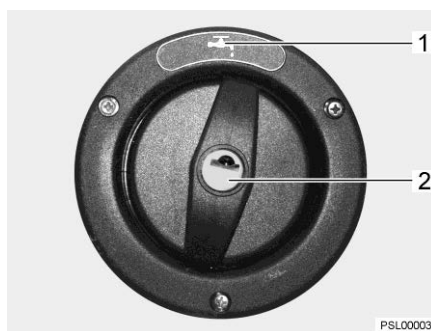
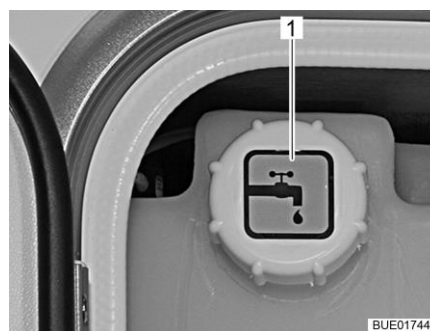

Fig. 267 Tubo de llenado de agua potable en la pared lateral del vehículo
Fig. 268 Tubo de llenado de agua potable en la unidad de servicio (alternativa)
El tubo de llenado de agua potable está marcado con el símbolo "☺" (Fig. 267,1 ó Fig. 268,1) y está instalado o bien en la pared lateral del vehículo o en la unidad de servicio.
- Introducir la llave en el cilindro de cierre (Fig. 267,2) y girarla un cuarto de vuelta en sentido contrario a las agujas del reloj.